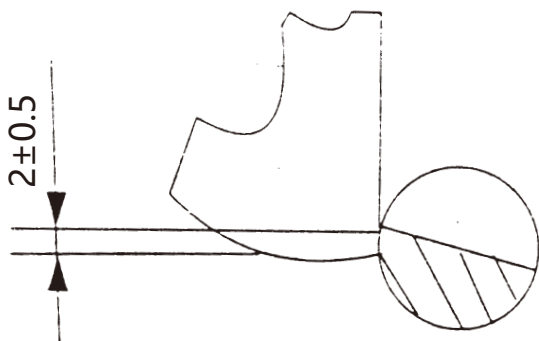

图6 扣片与半轴扣接量
7.1.1 断路器合闸后，操作机构中扣片与半轴的扣接量应为 $2\pm 5\text{mm}$ （见图6），可通过调整调节螺钉27（图2）来达到。